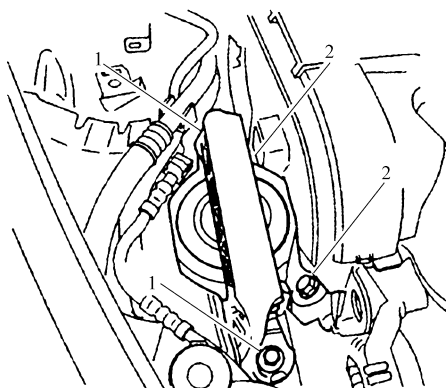

图 9-2 拆卸螺栓
2) 拆下发动机支座限位器上的螺栓，拆下限位器。拆下把发动机支座与气缸盖固定在一起的螺栓，如图 9-2 所示。